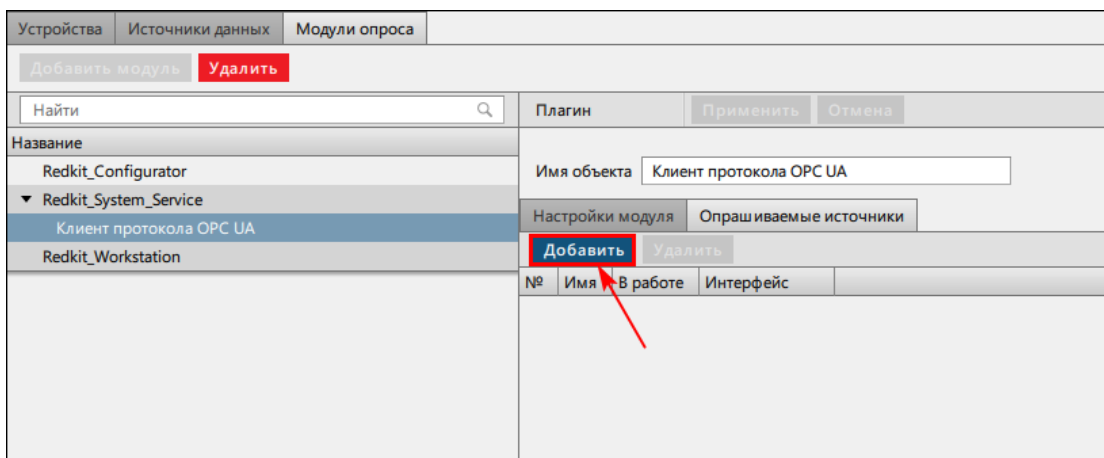

Рисунок 221 - Опрашиваемые источники
14. Внутри модуля на вкладке **Опрашиваемые источники** нажмите **Добавить** (Рисунок 221).